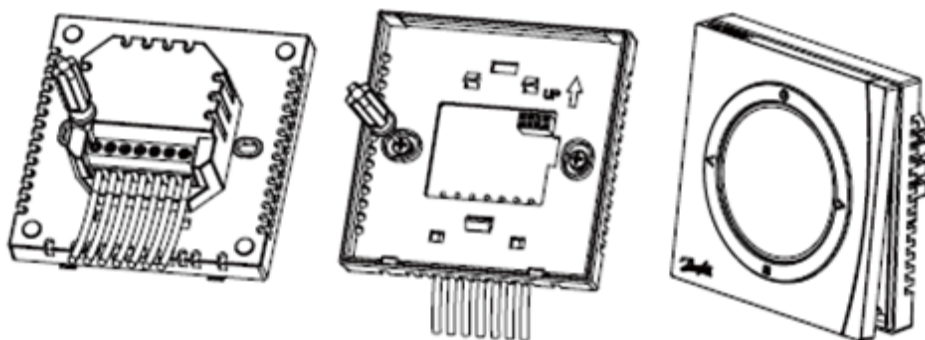

Рис. 8. Подсоединение внешних электроцепей. Установка терморегулятора.
3. Надёжно затяните винты клеммной колодки терморегулятора, не прилагая, однако, чрезмерных усилий. Закрепите корпус терморегулятора в монтажной коробке шурупами, используя подходящие отверстия на монтажной плате. Установите рамку на место, придавливая и защёлкивая её в держателях (Рис. 8).